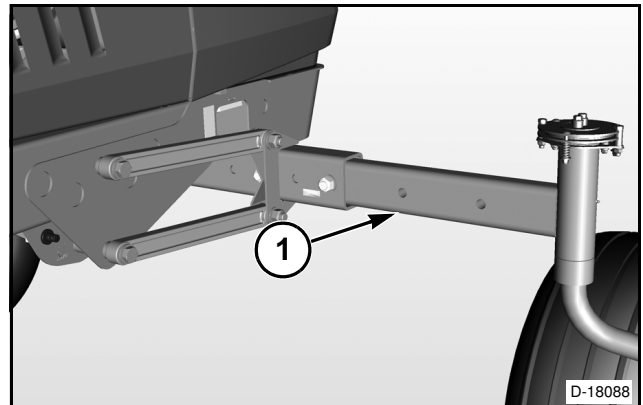

FIG. 7
FIG. 7: Para el envío, el eje trasero ajustable (1) está ajustado con las ruedas de cola puestas en una distancia de funcionamiento estrecha. El eje trasero puede ajustarse con un ancho de banda de rodamiento de 2135 mm, 2364 mm, 2592 mm, 2821 mm, 3049 mm o 3278 mm (84 pulg, 93 pulg, 102 pulg, 111 pulg, 120 pulg o 129 pulg). Consulte "Eje trasero" en la sección "Ajustes" para obtener información sobre el ajuste.